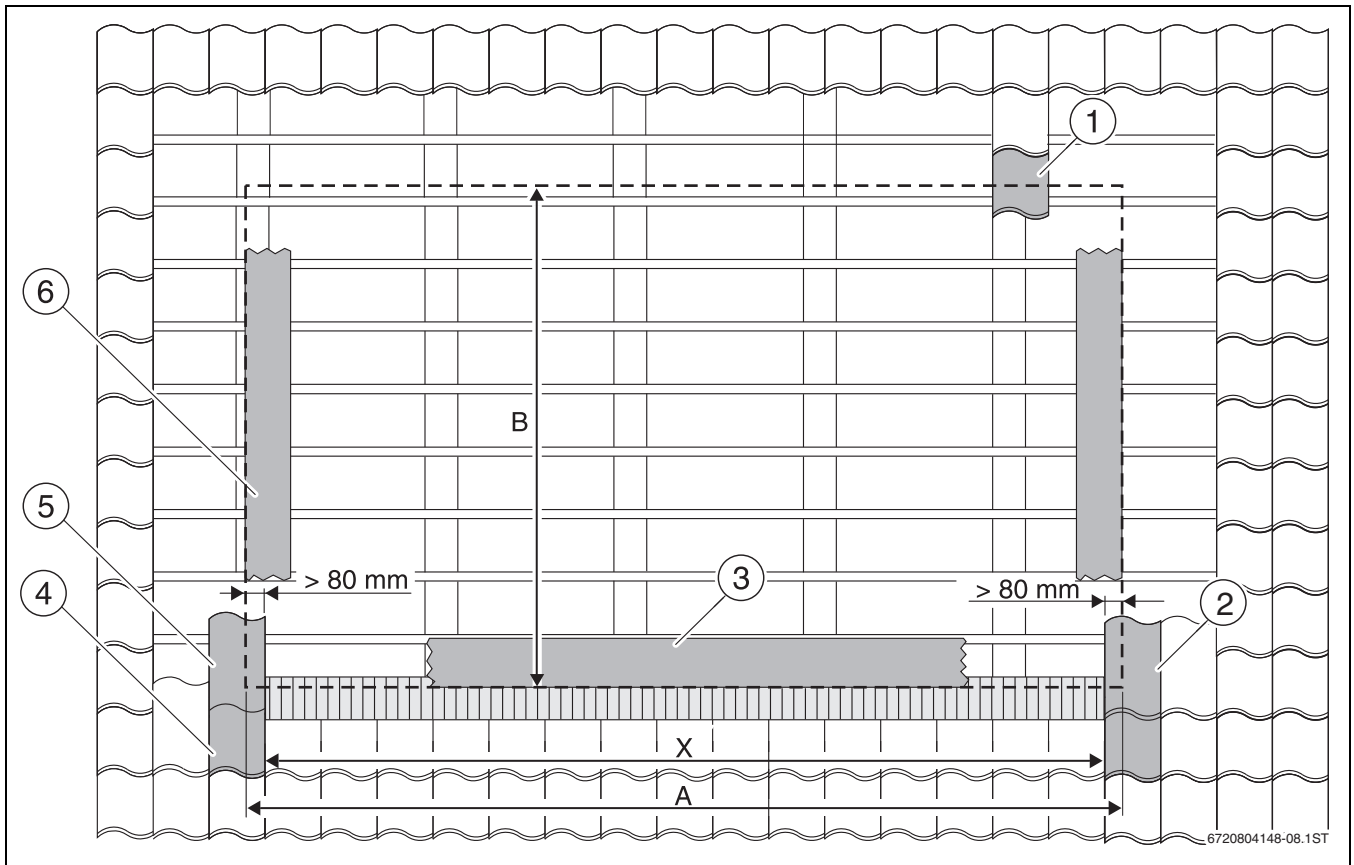

Bild 25 Lage des Kollektorfelds
- ▶ Maß X auf das Dach übertragen und linke Dachziegelreihe (→ Bild 25, [5]) festlegen.
- ▶ Rechte Dachziegelreihe (→ Bild 25, [2]), die bei Bedarf später beim Eindecken geschnitten werden muss, festlegen.
- ▶ Unter Berücksichtigung von Maß B untere Dachziegelreihe (→ Bild 25, [4]) festlegen.
- ▶ Obere Dachziegelreihe, die bei Bedarf später beim Eindecken geschnitten werden muss, (→ Bild 25, [1]) festlegen.